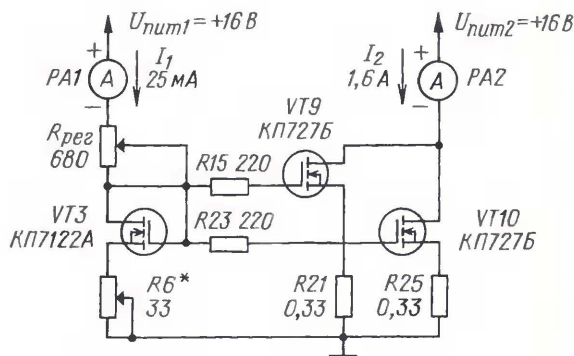

Рис. 6
3. Собирают устройство для подбора транзисторов по схеме **рис. 6**.